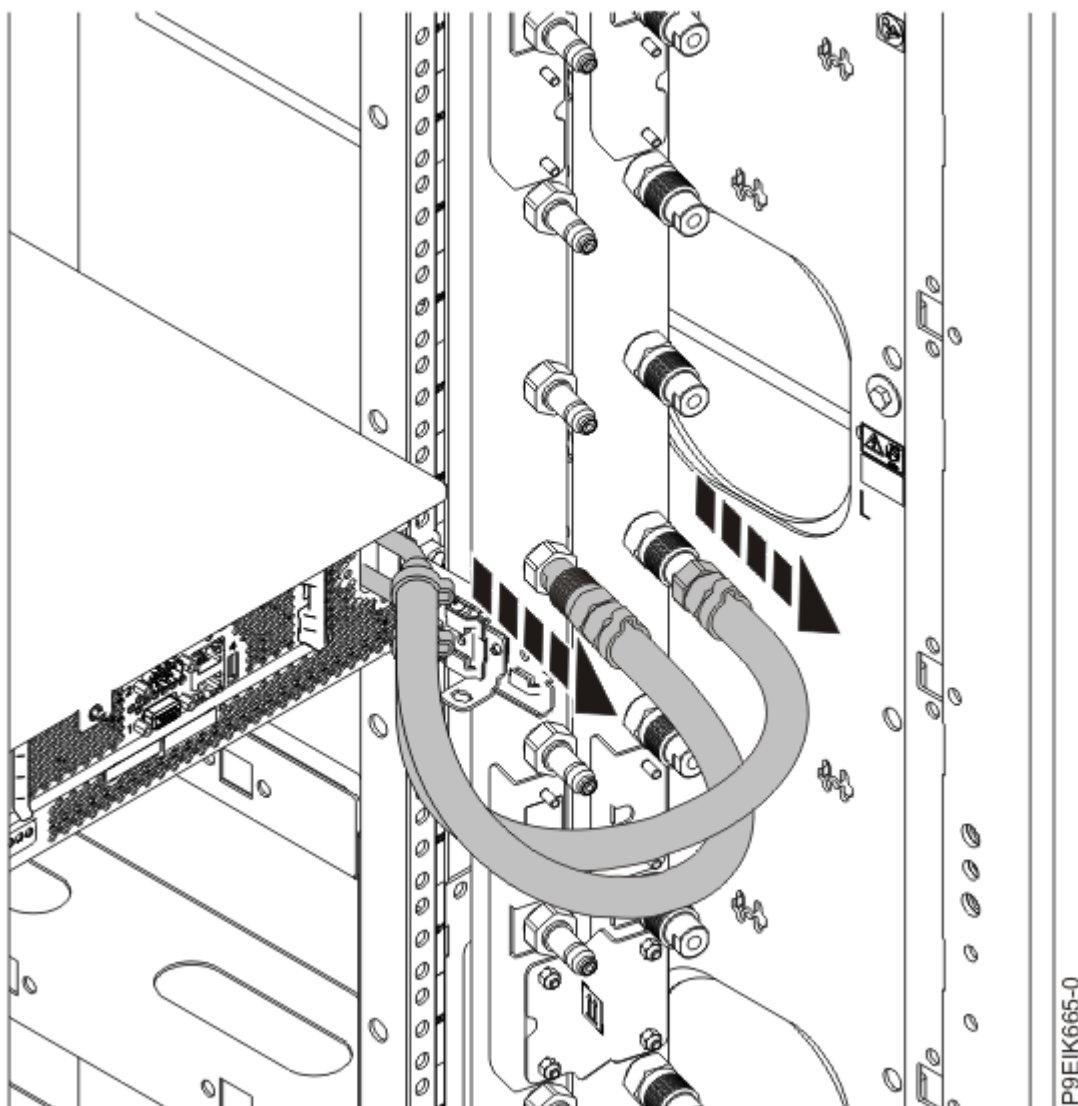

Figura 200. Desconexión de las mangueras de agua
2. Para un sistema con refrigeración por agua, etiquete y desconecte las mangueras de agua del colector. Tire del enganche hacia usted para desconectar las mangueras de agua, tal como se muestra en la Figura 200 en la página 231.